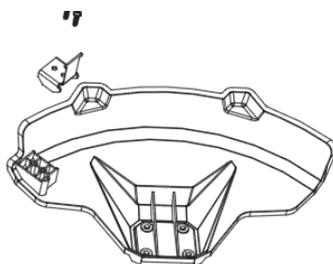

Рис. 10
3. Поверните отрезное лезвие на 180° (Рис. 10).